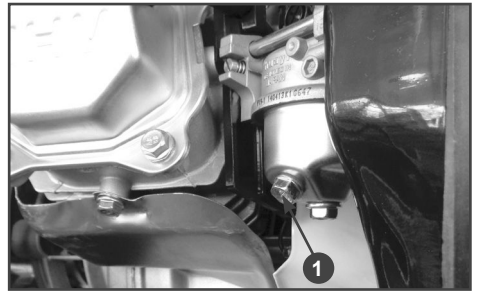

Рис. 26 Слив топлива из карбюратора
3. Открутите болт сливного отверстия (Рис. 26 п. 1) и слейте топливо из поплавковой камеры карбюратора.